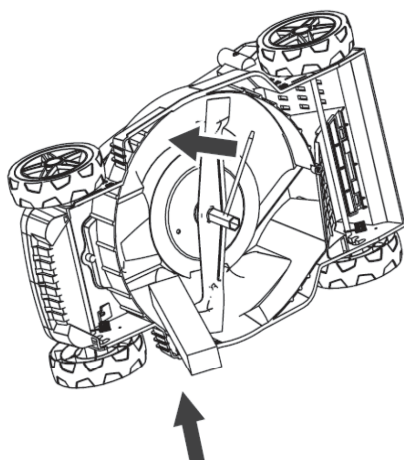

Рис. 21
- Чтобы предотвратить проворачивание, зафиксируйте нож, вставив деревянный брусок между ножом и декой газонокосилки (рис. 21).